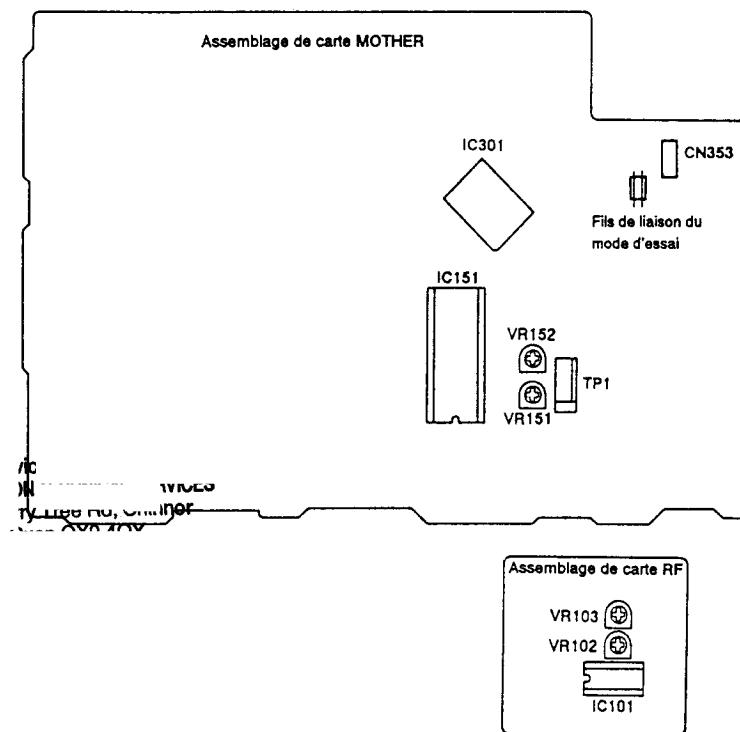

Figure 1 Emplacement des réglages
- 2.Court-circuiter les fils de liaison du mode d'essai. (Voir Figure 1.)